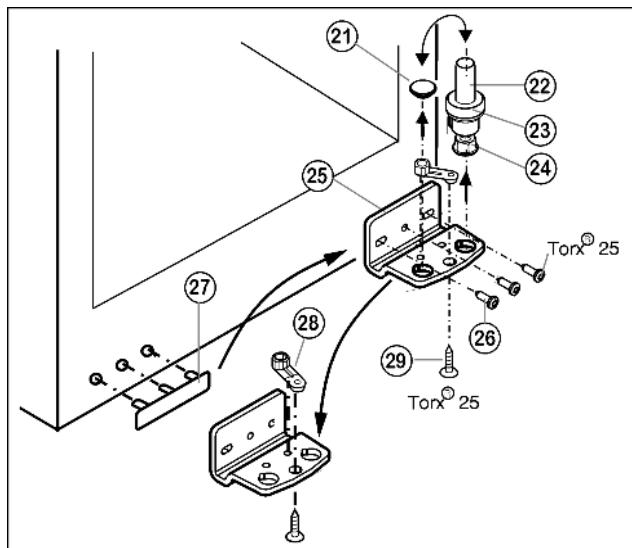

Fig. 5
- ▶ Извлеките опорный винт *Fig. 5* (22) в комплекте с шайбой *Fig. 5* (23) и регулируемой опорой *Fig. 5* (24), вытягивая его вверх.
- ▶ Снимите пробку *Fig. 5* (21).
- ▶ Открутите *Fig. 5* (26) опорный кронштейн *Fig. 5* (25).
- ▶ Открутите *Fig. 5* (29) опорную деталь *Fig. 5* (28) и, переставив в отверстие на противоположной стороне опорного кронштейна, снова прикрутите.
- ▶ Осторожно снимите и переставьте на противоположную сторону крышку со стороны ручки *Fig. 5* (27).
- ▶ Снова прикрутите опорный кронштейн *Fig. 5* (25) на новой стороне шарнира (**с моментом 4 Нм**). При необходимости используйте аккумуляторный шуруповерт.
- ▶ Переставьте пробку *Fig. 5* (21) в свободное отверстие.
- ▶ Вновь установите опорный винт *Fig. 5* (22) в комплекте с шайбой и регулируемой опорой. При этом фиксатор должен быть направлен назад.